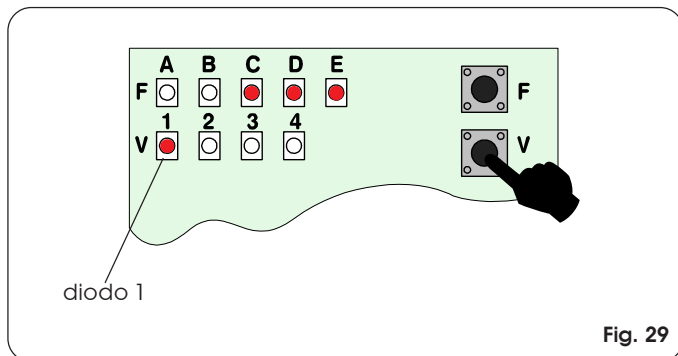
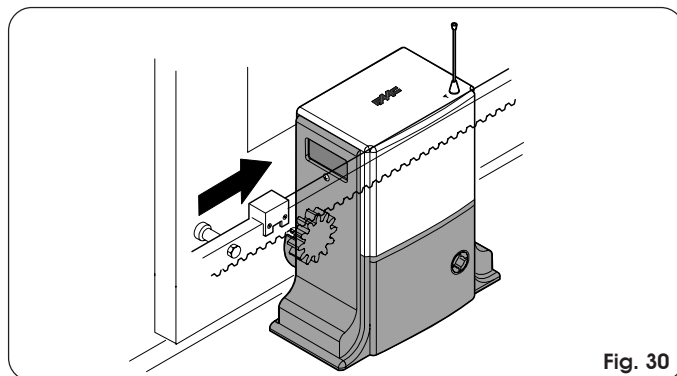
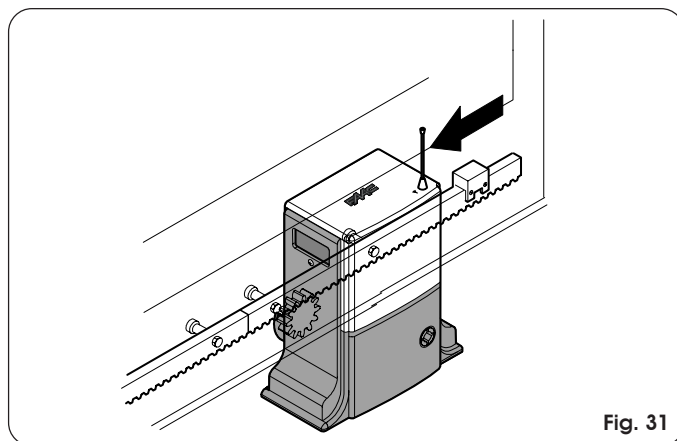

Fig. 29
Fig. 30
Fig. 31
- Roep de functie Status van de ingangen op door op de knop P2 te drukken (fig. 29 en par. 8.4).
- Verschuif de magneet over de tandheugel (fig. 30) totdat u ziet dat led 1 op de elektronische kaart uitgaat (fig. 29).
- Verschuif de magneet over de tandheugel (fig. 31) totdat u ziet dat led 1 op de elektronische kaart uitgaat (fig. 29).